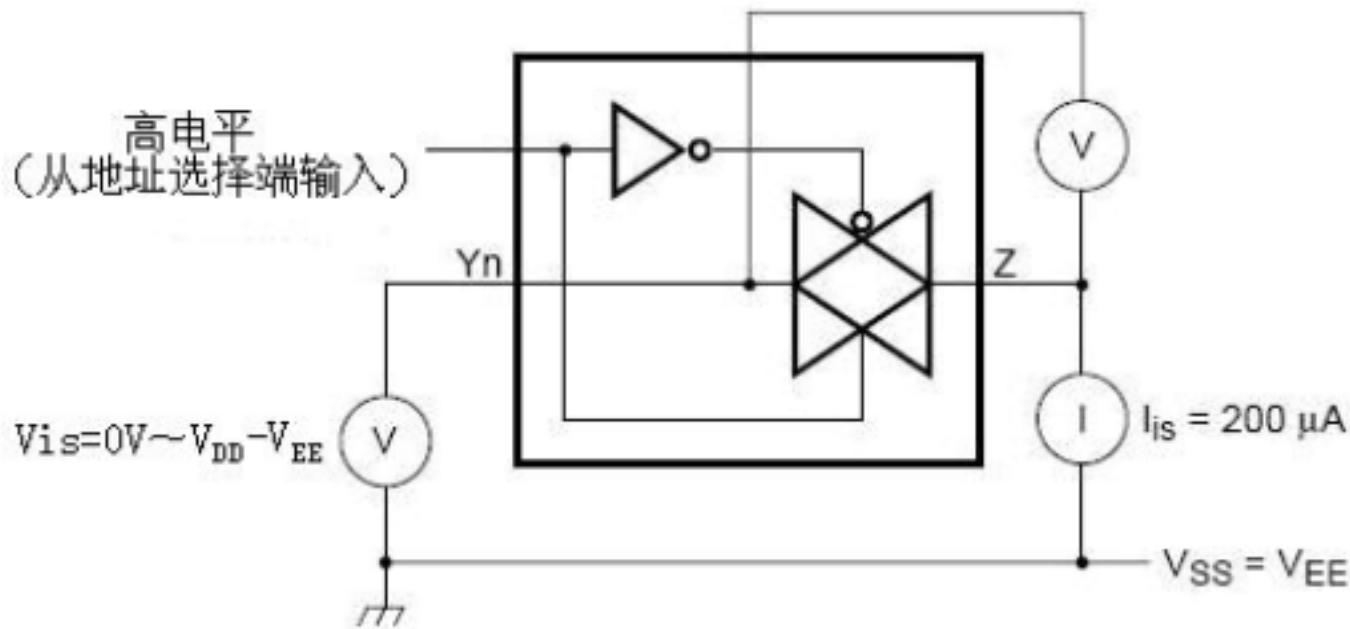

图 4、 导通电阻测试线路图
3.3.2、直流特性 2 (未有特殊说明 , $V_{SS}=0V$, $T_{amb} = 25$, 测试线路图见图 4)